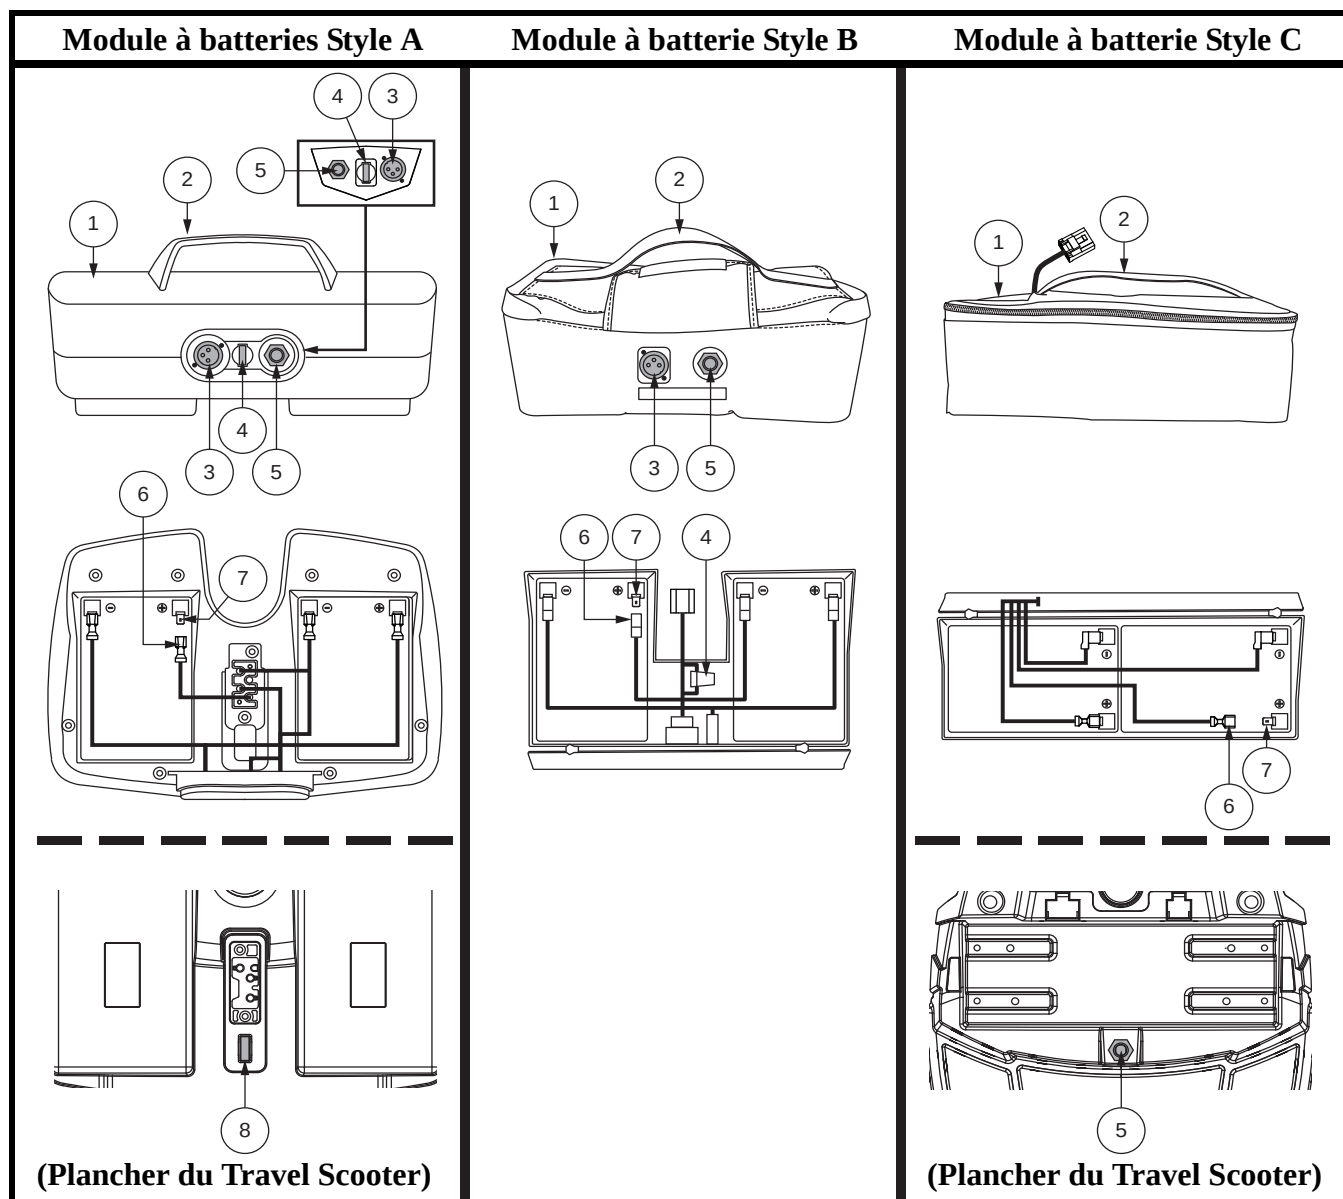

Figure 6. Module à batteries
Lorsque les batteries sont faibles et que la demande est excessive (charge lourde ou pente forte) le disjoncteur peut se déclencher pour éviter d'endommager les composants électroniques et le moteur. **Voir la figure 6.**
Votre Travel Scooter est équipé d'un module à batterie innovateur facilement enlevable. Une poignée située sur le dessus facilite l'enlèvement du Travel Scooter d'une seule main. Le module contient deux batteries, et peut contenir le réceptacle du cordon du chargeur, le disjoncteur du circuit principal (bouton d'enclenchement) et le fusible du module. **Voir la figure 6.**
Le fusible situé sous le boîtier à batteries protège les composantes électroniques de la console. **Voir la figure 6.** Si la console cesse de fonctionner, vérifiez ce fusible. Voir VII. “Problèmes et solutions” pour les instructions de remplacement.
- Assurez-vous que le fusible du module à batteries est en bon état. **Voir la figure 6 ou 7.**